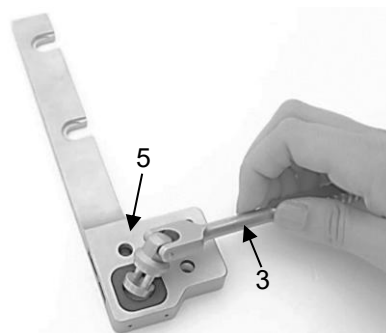

Fig. 7
En primer lugar, introduzca la palanca de accionamiento (3) en el hueco previsto en la caja (5) (Fig. 7).